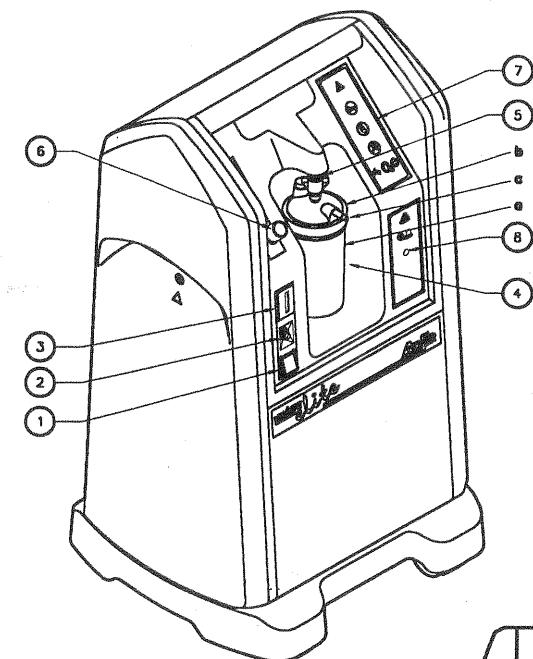

Fig. I.1
I. 1. Apparatens framsida (Fig. I. 1).....	2-SV
I. 1. Apparatens framsida (fig. I. 1)